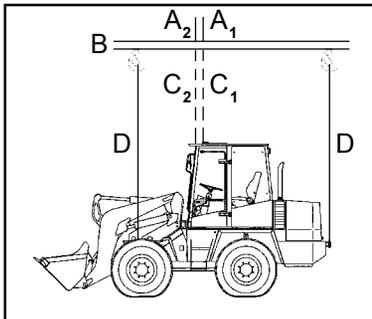

Bild 7-4
- Der Aufnahmepunkt ((7-4/A1 - Gerät ohne Standardschaufel) bzw. (7-4/A2 - Gerät mit Standardschaufel)) des Tragemittels (7-4/B) muß genau senkrecht über dem Schwerpunkt (7-4/C1 bzw. 7-4/C2) des Gerätes liegen (siehe Bild 7-4), damit sich das Lastaufnahmemittel **waagrecht** über der Längsmittelachse des Gerätes befindet.